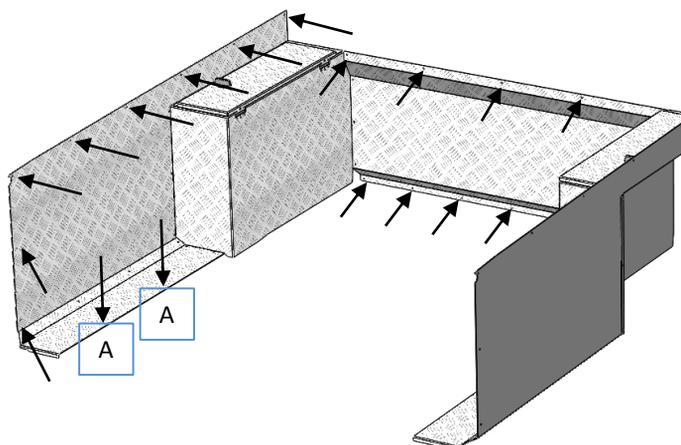

Рис.5
8. Просверлить борта через отверстия в обшивке сверлом $\varnothing 4.5$ мм и приклепать обшивку к бортам заклепками из комплекта крепежа (рис.5, все кроме «А»).
9. Просверлить по месту накладки на днище и дно кузова сверлом $\varnothing 4.5$ мм , и приклепать на 2-3 точки с каждой стороны заклепками из комплекта монтажа (рис.5, поз. «А»).
12. Просверлить борт через отверстия в накладке сверлом $\varnothing 4.5$ мм и приклепать накладку к борту заклепками из комплекта крепежа (рис.5).